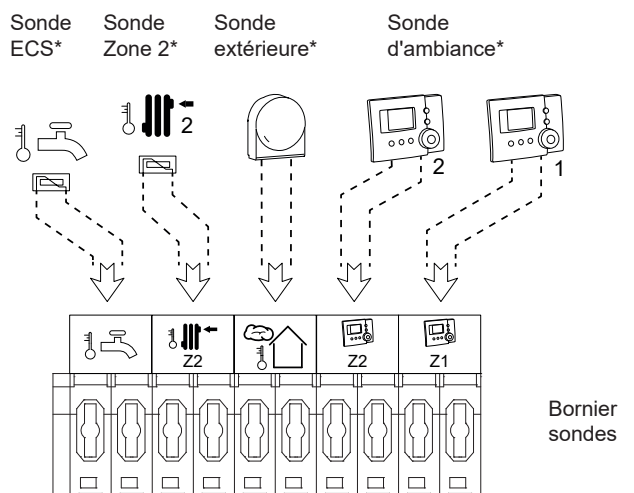

fig. 42 - Raccordements sur le régulateur PAC (accessoires et options)
- Effectuer les raccordements suivant le schéma (fig. 42).
Respecter la correspondance entre les repères des borniers du module hydraulique et de l'unité extérieure lors du raccordement des câbles d'interconnexion (fig. 42).
Raccorder l'alimentation électrique des appoints au tableau électrique (fig. 42).
Raccorder le contact "fournisseur d'énergie" sur l'entrée 6 (Tarifs - EX2) (fig. 42).
Raccorder le délesteur sur l'entrée 5 (Délestage - EX1) (fig. 42).
- Raccorder l'organe externe sur l'entrée 7 (Défauts externes - EX3) (fig. 42).